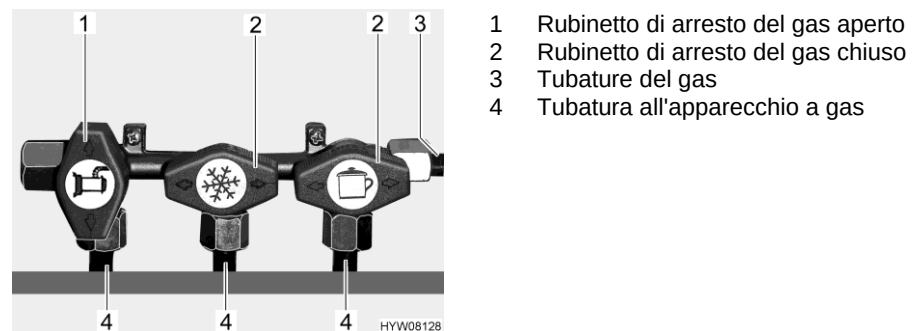

Fig. 68 Posizione dei rubinetti di arresto del gas (esempio)
- Posizionare il rubinetto di arresto del gas dell'apparecchio a gas corrispondente parallelamente (Fig. 68,1) alla tubatura (Fig. 68,4) che alimenta l'apparecchio a gas.
- Posizionare il rubinetto di arresto del gas dell'apparecchio a gas corrispondente trasversalmente (Fig. 68,2) alla tubatura (Fig. 68,4) che alimenta l'apparecchio a gas.